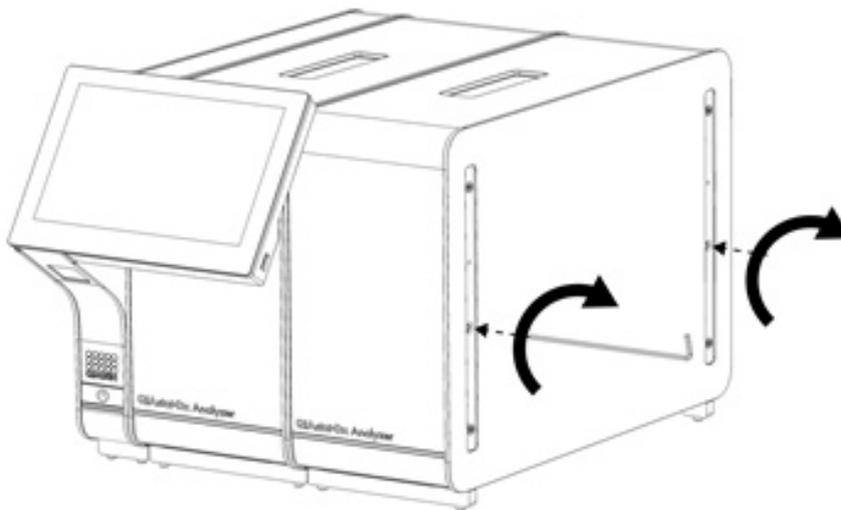

Figura 16. Alineación y acoplamiento del módulo analítico adicional.
4. Alinee el módulo analítico adicional con el módulo analítico existente. Apriete los tornillos con la herramienta de montaje del módulo analítico-operativo suministrada con el QIAstat-Dx Analyzer 1.0 (figura 16).